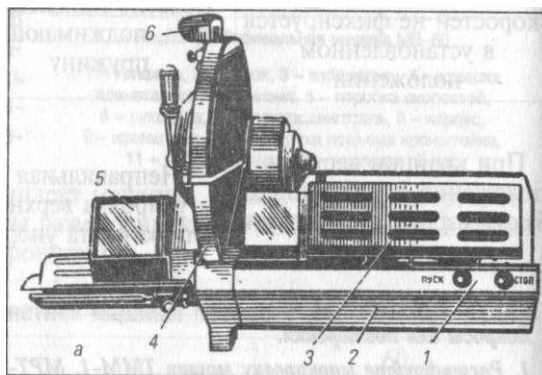

Рис. 7-1. Хлеборезательная машина МРХ-200
**Хлеборезательная машина МРХ-200 (рис. 7-1).** Эта машина состоит из следующих частей и механизмов: станины, корпуса, привода, двух лотков, механизма резания, механизма подачи, механизма регулирования толщины среза и точильного приспособления. В круглом корпусе машины размещен дисковый нож, снабженный противовесом. В нижней части корпуса с обеих сторон расположены два окна, одно для подачи хлеба к ножу, другое — для выхода нарезанных ломтей хлеба.